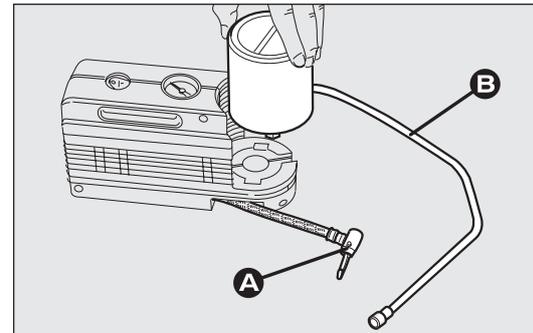

fig. 157
- débrancher le crabot A-fig. 157 ;